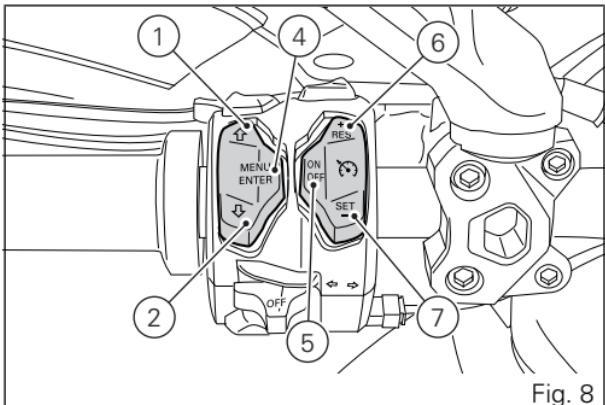

Fig. 8
6) PULSADOR CRUISE CONTROL – RES (Resume) / + (more) (Fig. 8)
7) PULSADOR CRUISE CONTROL – SET (Setup) / - (less) (Fig. 8)